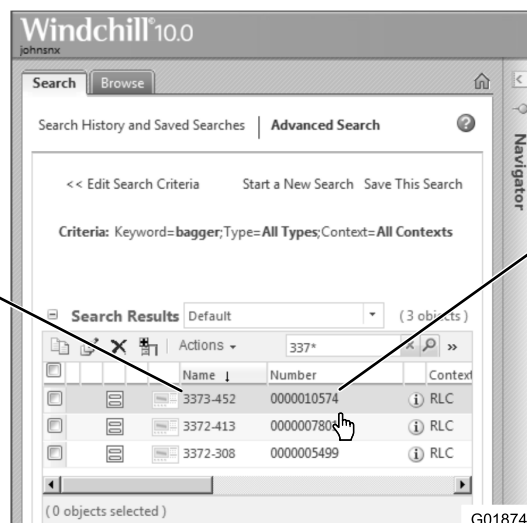

Figura 36
4. Retire la varilla de aceite y limpie el extremo (Figura 36).
5. Deslice la varilla a fondo en el orificio de llenado, sin enroscarlo (Figura 36).
6. Retire la varilla e inspeccione el extremo. Si el nivel de aceite del motor es bajo, vierta lentamente en el orificio de llenado sólo la cantidad de aceite suficiente para que el nivel llegue a la marca Full (lleno) de la varilla (Figura 36).
7. Vuelva a colocar la varilla y apriétela (Figura 36).